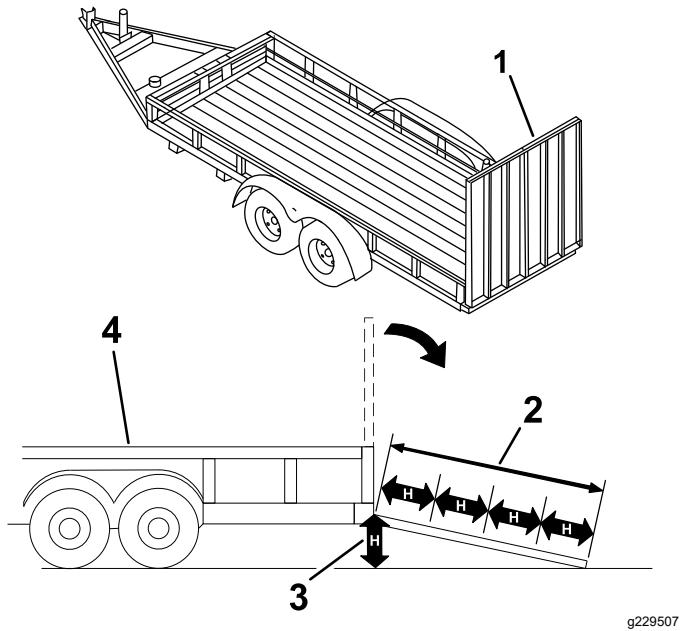

Figura 30
Colocar uma máquina num reboque ou camião aumenta a possibilidade de capotamento e pode provocar graves ferimentos ou morte (Figura 30).
3. Desça a rampa (Figura 30).